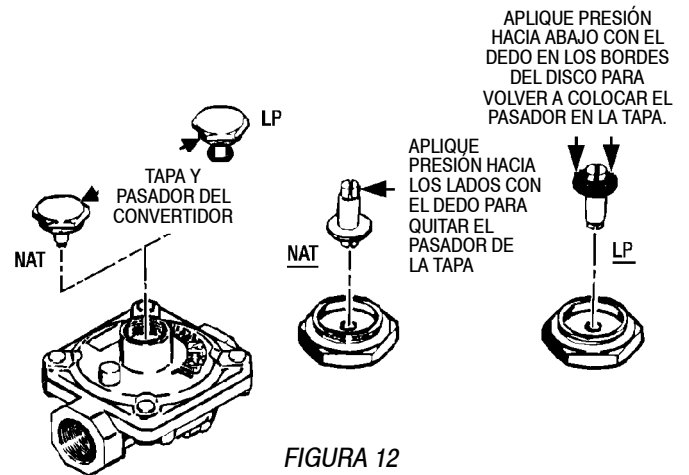

FIGURA 12
## B. INVIERTA LA TAPA DEL REGULADOR DE PRESIÓN DEL ELECTRODOMÉSTICO (Vea la figura 12)
**B. INVIERTA LA TAPA DEL REGULADOR DE PRESIÓN DEL ELECTRODOMÉSTICO.** (Vea la figura 12.)